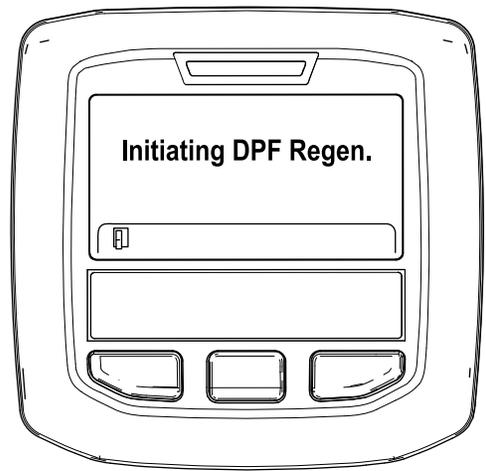

Figura 38
- A. "Initiating DPF Regen." (A iniciar Regen. DPF) é apresentada (Figura 38).